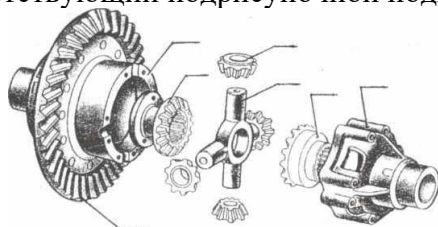

Рис. 20.2. Дифференциал
2. Обозначьте, согласно указателю (рис. 20.2), номер детали дифференциала, соответствующий подрисовочной подписи.